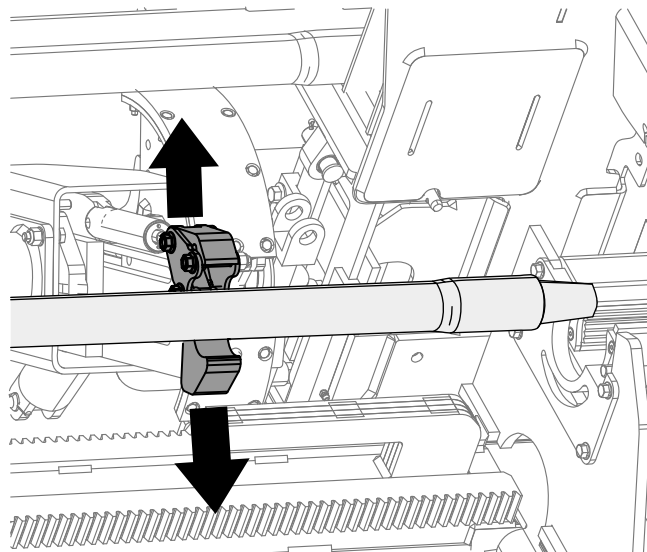
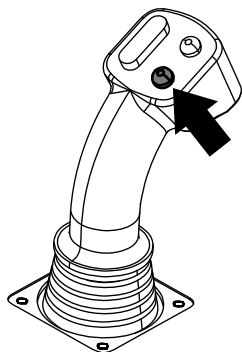

Bild 36
Bild 35
10. Halten Sie die untere Taste am Joystick (Bild 35) gedrückt, um das Rohr zu lösen (Bild 36) und lassen Sie die Taste los.